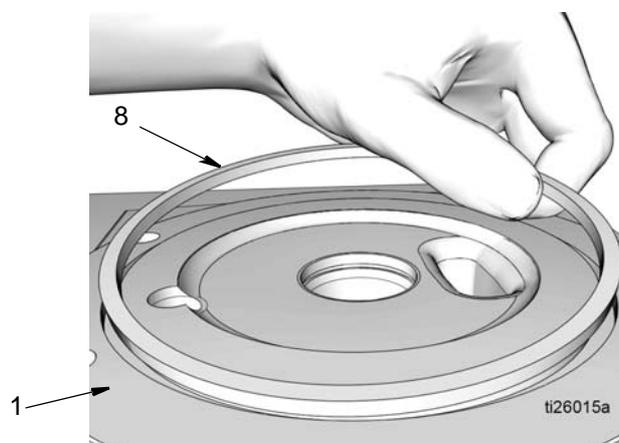

FIG. 28
21. Rimuovere l'O-ring quadrato (8) dalla base della pompa (1) (FIG. 28). Smaltire gli O-ring secondo le norme vigenti per il corretto smaltimento